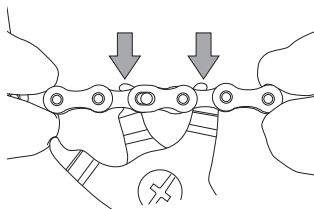

Fig.8
- Insérez dans les maillons internes adjacents au C-Link™ une pince de fermeture de faux maillon avec des dents d'une épaisseur inférieure à 1,8 mm (Fig. 8).